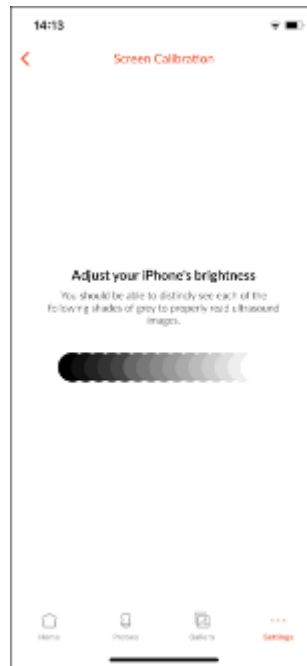

Figure 4: Étalonnage du niveau de gris
4. Ajuster la luminosité de l'appareil mobile afin de distinguer au mieux les 16 différentes nuances de gris (voir figure 4). Vous pouvez régler la luminosité de l'écran à partir des paramètres de l'application mobile.